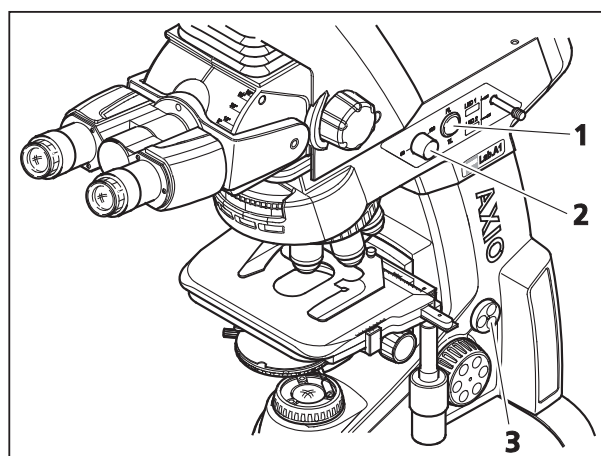

Fig. 3-31 Bouton de réglage de l'intensité lumineuse et inverseur FL/TL
- Réglez la luminosité de l'image avec le bouton de réglage de l'intensité lumineuse (Fig. 3-31/3). Pour cela, appliquez le bout des doigts dans les cavités figurant sur le bouton rotatif et tournez le bouton pour régler l'intensité lumineuse qui vous convient.
- Basculez l'inverseur **FL/TL** (Fig. 3-31/1) sur la position de votre choix (FL = éclairage par fluorescence pour lumière réfléchié ; TL = éclairage pour lumière transmise).
- Selon la position de l'inverseur **FL/TL**, vous réglez la luminosité de l'image avec le bouton de réglage de la lumière transmise **TL** (Fig. 3-31/3) ou avec le bouton de réglage de la fluorescence en lumière réfléchié **FL** (Fig. 3-31/2).